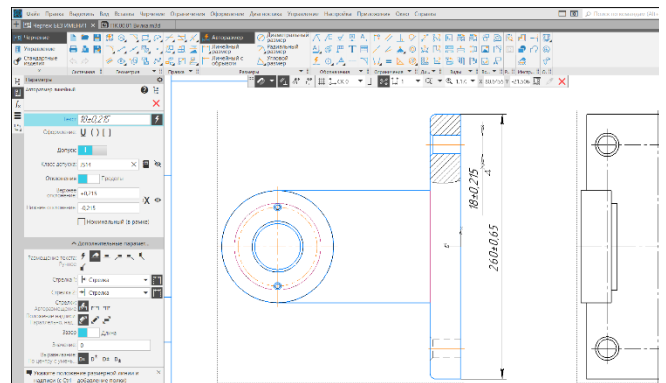

Рисунок 237 – Параметризованный линейный размер
Задать/изменить допуск (7) – кнопка вызывает окно задания допуска (Рисунок 237).